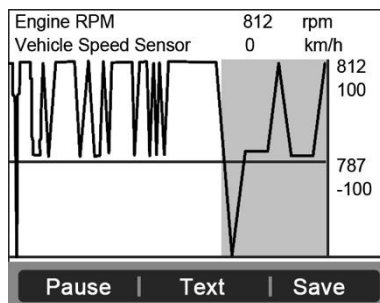

Figura 6.12
- Si el icono “**Gráficas**” en la parte inferior aparece cuando una PID está resaltada, hay información gráfica disponible. Seleccione **Gráfica** para ver la gráfica. (Figura 6.12). El nombre de PID, valor actual, valores máximos y mínimos se muestran en la pantalla.